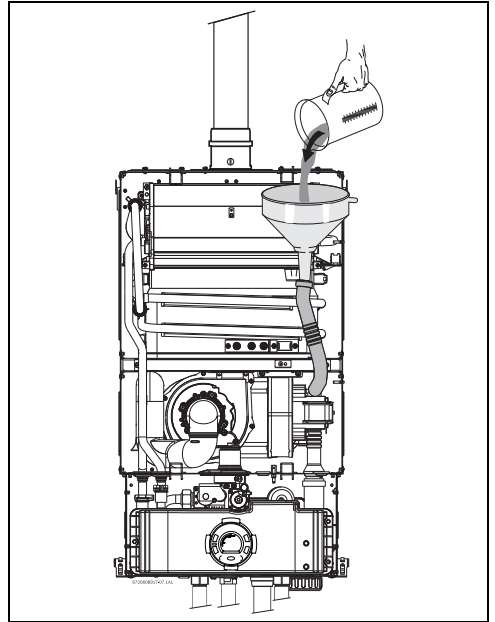

Fig. 58 Llenado del depósito de agua después de la instalación
- ▶ Llenar el depósito de aguas condensadas con aproximadamente 400ml de agua a través del tubo de condensados. Para evitar daños en el aparato utilice un embudo en la extremidad del tubo (consultar Fig. 58 ).
- ▶ Colocar la caja electrónica en la posición de "Mantenimiento", encajando las aletas en los orificios de la chapa metálica inferior de la caja estanca (consultar Fig.58).